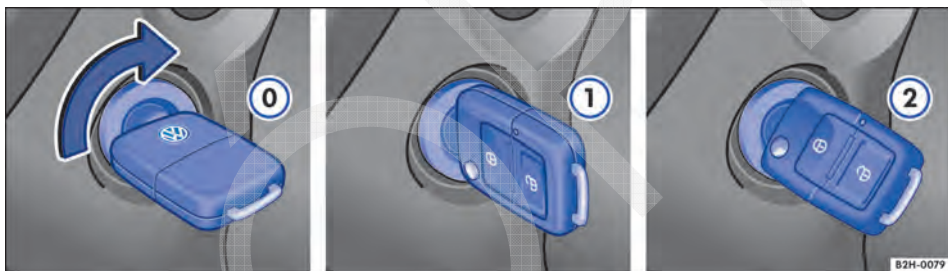

Fig. 120 Ao lado do volante, à direita: posições da chave do veículo no cilindro da ignição.
Posições da chave do veículo → Fig. 120
3. Girar a chave do veículo na ignição para a posição → Fig. 120 ② para dar partida no motor – não acelerar.
4. Girar a chave do veículo no cilindro da ignição para a posição → Fig. 120 ① para ligar a ignição. Nesse instante a luz de controle do sistema de partida aquecida  irá se acender no instrumento combinado.
6. Girar a chave do veículo no cilindro da ignição para a posição → Fig. 120 ② para dar partida no motor – não acelerar. Caso a etapa 5 não seja respeitada, a luz de controle  irá piscar indicando a necessidade de interromper o procedimento de partida e repeti-lo após retornar a chave para a posição → Fig. 120 ① e aguardar aproximadamente 10 segundos.
4. Girar a chave do veículo na ignição para a posição → Fig. 120 ①.